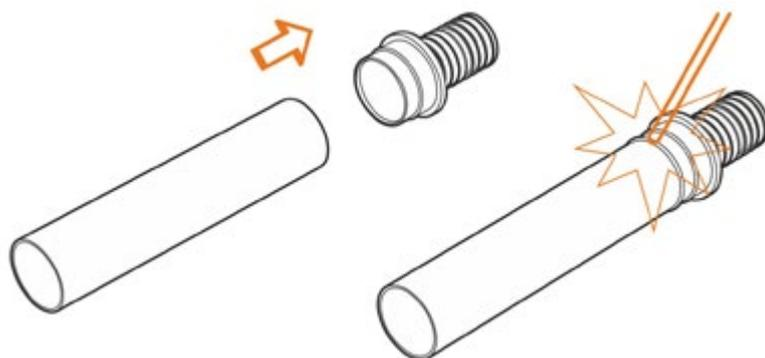

Рис. 5.8.1
1. Перед проведением монтажных работ ко втулке пресс-фитинга должен быть приварен отрезок стальной трубы длиной не менее 300 мм (рис. 5.8.1).